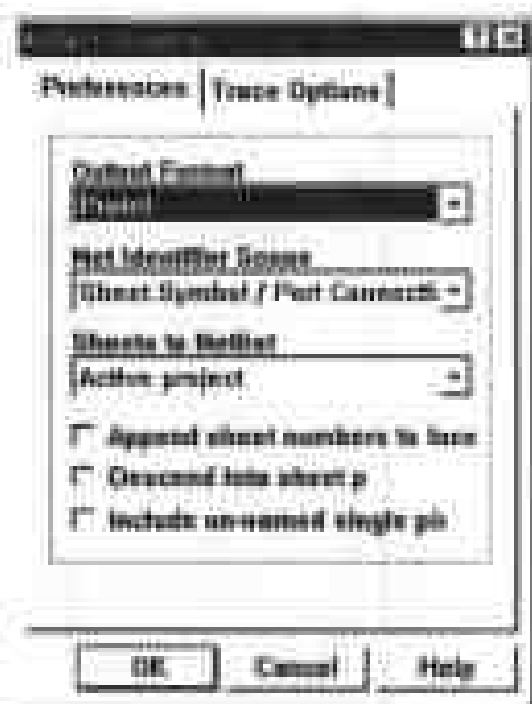

图 8-2 网络表创立对话框
(2) 在原理图编辑器中将原理图生成网络表。方法是:通过单击主菜单命令 Design\Create Netlist..., 或在原理图的绘图区中单击鼠标右键,在弹出菜单中单击 Create Netlist...命令,系统将弹出如图 8-2 所示的对话框。